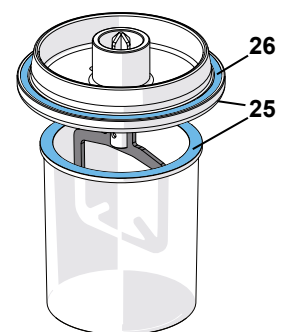

Abb. 10
- ⇒ Auf sauberen Becherrand und Deckelrand (25, Abb. 10) achten!
- ⇒ Becher (14) an Gerät ankoppeln.